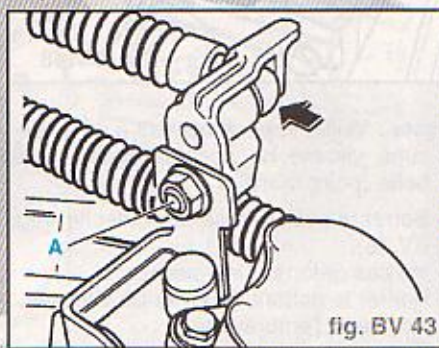

fig. BV 43
- si ce n'est pas le cas, désengager la 1ère vitesse et desserrer de nouveau l'écrou (A) du nez de centrage sur l'entraîneur du câble Bowden de sélection des vitesses (en raison des éléments de transmission le câble Bowden de sélection des vitesses présente un peu de jeu au niveau du nez de centrage) (fig. BV 43)
- resserrer l'écrou (A) dans cette position